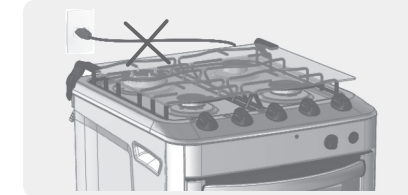

Fig. 11
- 1] Não deixe o cabo de alimentação passar por trás do fogão (Fig.11).